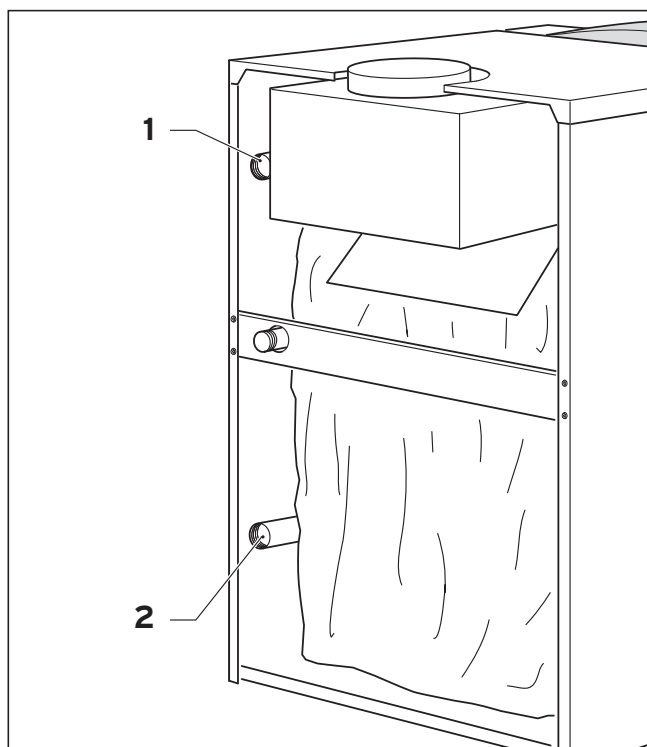

Abb. 4.1 Heizungs- und -rücklauf anschließen
- Installieren Sie den Heizungs- (1) und -rücklauf (2) entsprechend den Angaben in Abb. 4.1.